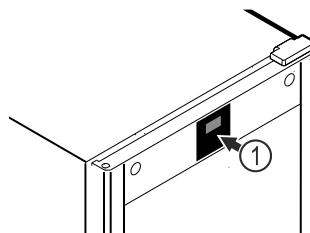

Fig. 51 Ilustratīvs attēlojums
Termometrs jau ir kalibrēts rūpnīcā (nobīde +6 kelvini). Ja iekšējā nodalījuma temperatūra atšķiras no temperatūras indikatora Fig. 51 (1), jūs varat kalibrēt termometru.